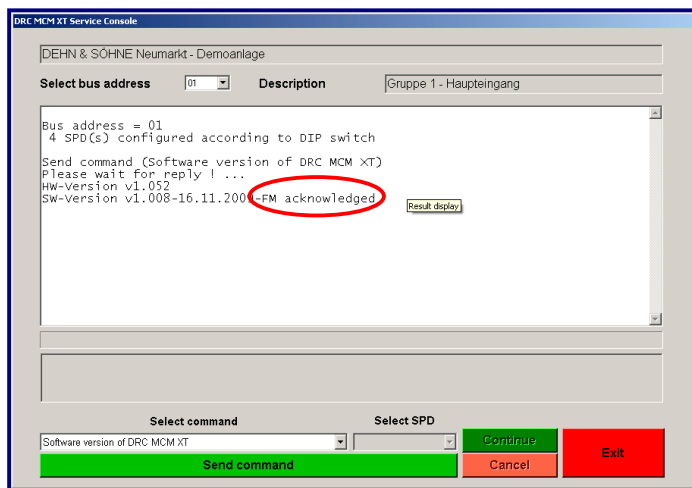

Bild 6
- In der ServiceConsole Ausgabe „FM-acknowledged“ bei Abfrage der Softwareversion des DRC MCM XT, wenn FM-Kontakt am Überwachungsgerät DRC MCM XT quittiert wurde (siehe Bild 6).